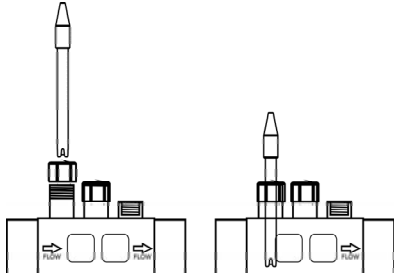

Abb. 2
1. Fügen Sie die mit dem Gerät gelieferten pH-/ORP-Sonden in die entsprechenden Steckplätze des Sondenhalters ein. (Abb. 2)